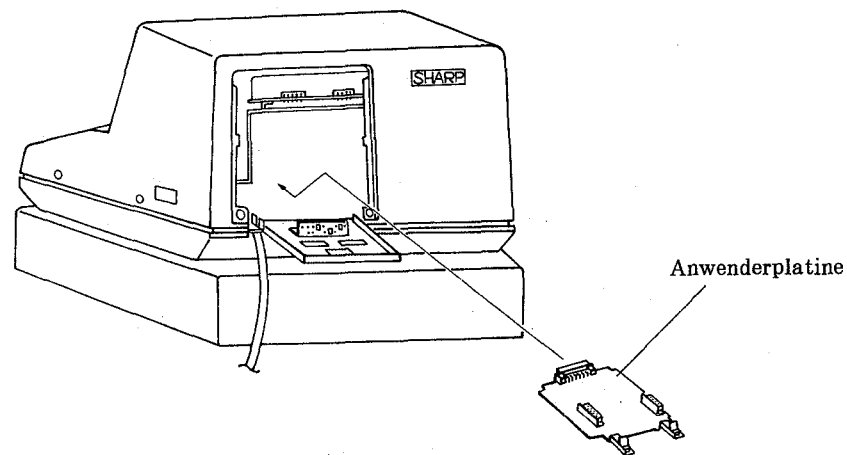
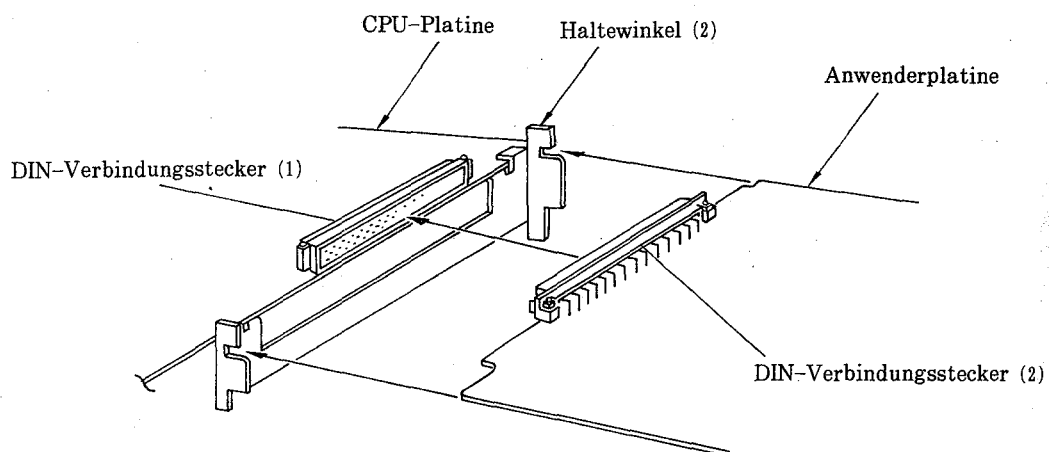

Abb. 8
Abb. 9
- (7) Die Anwenderplatine (und die Zusatzspeicherplatine) an der CPU-Platine anbringen.
- a) Die Anwenderplatine in das Gehäuse einsetzen (Abb. 8) und mit dem Haltewinkel (2) an zwei Stellen befestigen (siehe Abb. 9).